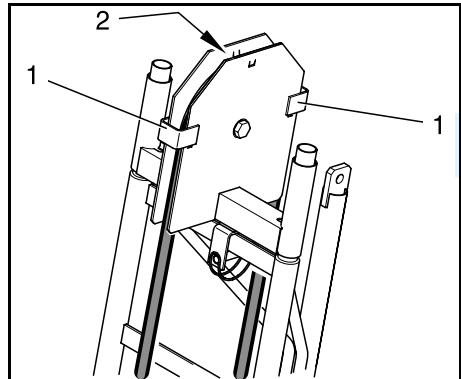

Bild 28 Kopfstück mit Umlenkrolle aufsetzen
13. Windenseil durch die Aufbauelemente zum Kopfstück führen. Am Kopfstück das Windenseil von unten zwischen den Blechlaschen (28/1) und über die Rolle (28/2), wie in Bild 28 dargestellt, einführen.